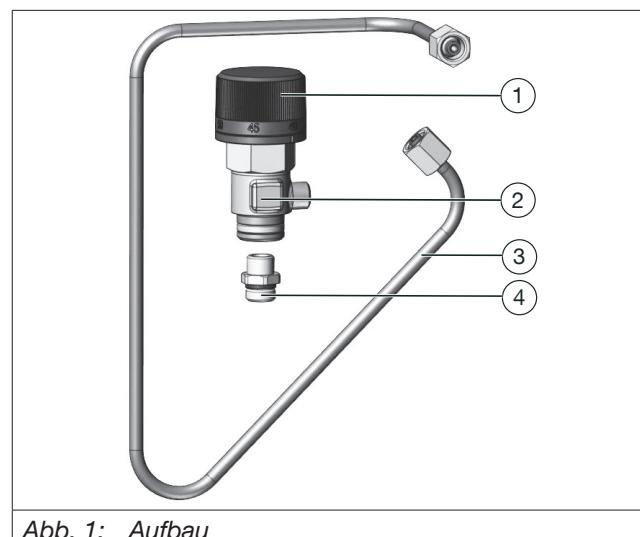
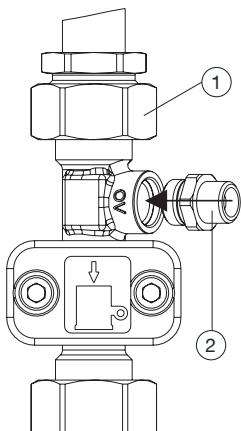

Abb. 1: Aufbau
Abb. 3: Einbau Adapter Regudis W-HTU/TU und Regudis W-HTF
(1)	Blindstopfen SW 22
(2)	Entleerungsventil
(3)	Gehäuse
(4)	Verschlussstopfen SW 12
5. Schrauben Sie den Adapter (siehe Abb. 1) in das Gehäuse (siehe Abb. 3).
(2)	Verschlussstopfen SW 12
(3)	Entleerungsventil
- Schrauben Sie den Adapter (siehe Abb. 1) in den